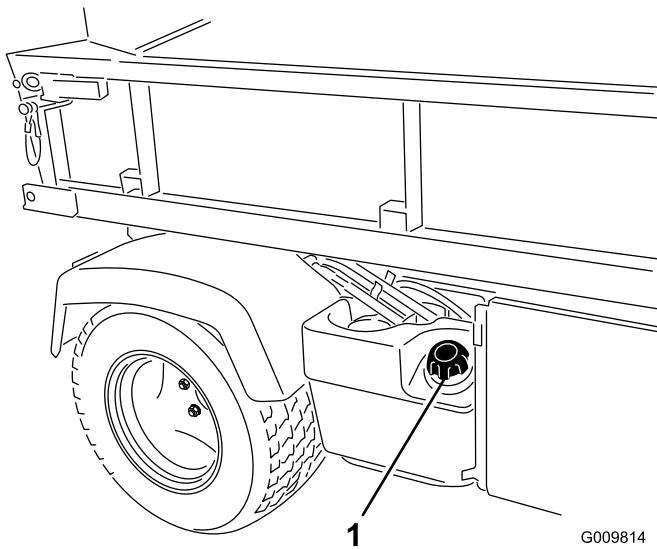

Рисунок 18
- Снимите крышку топливного бака (Рисунок 18).